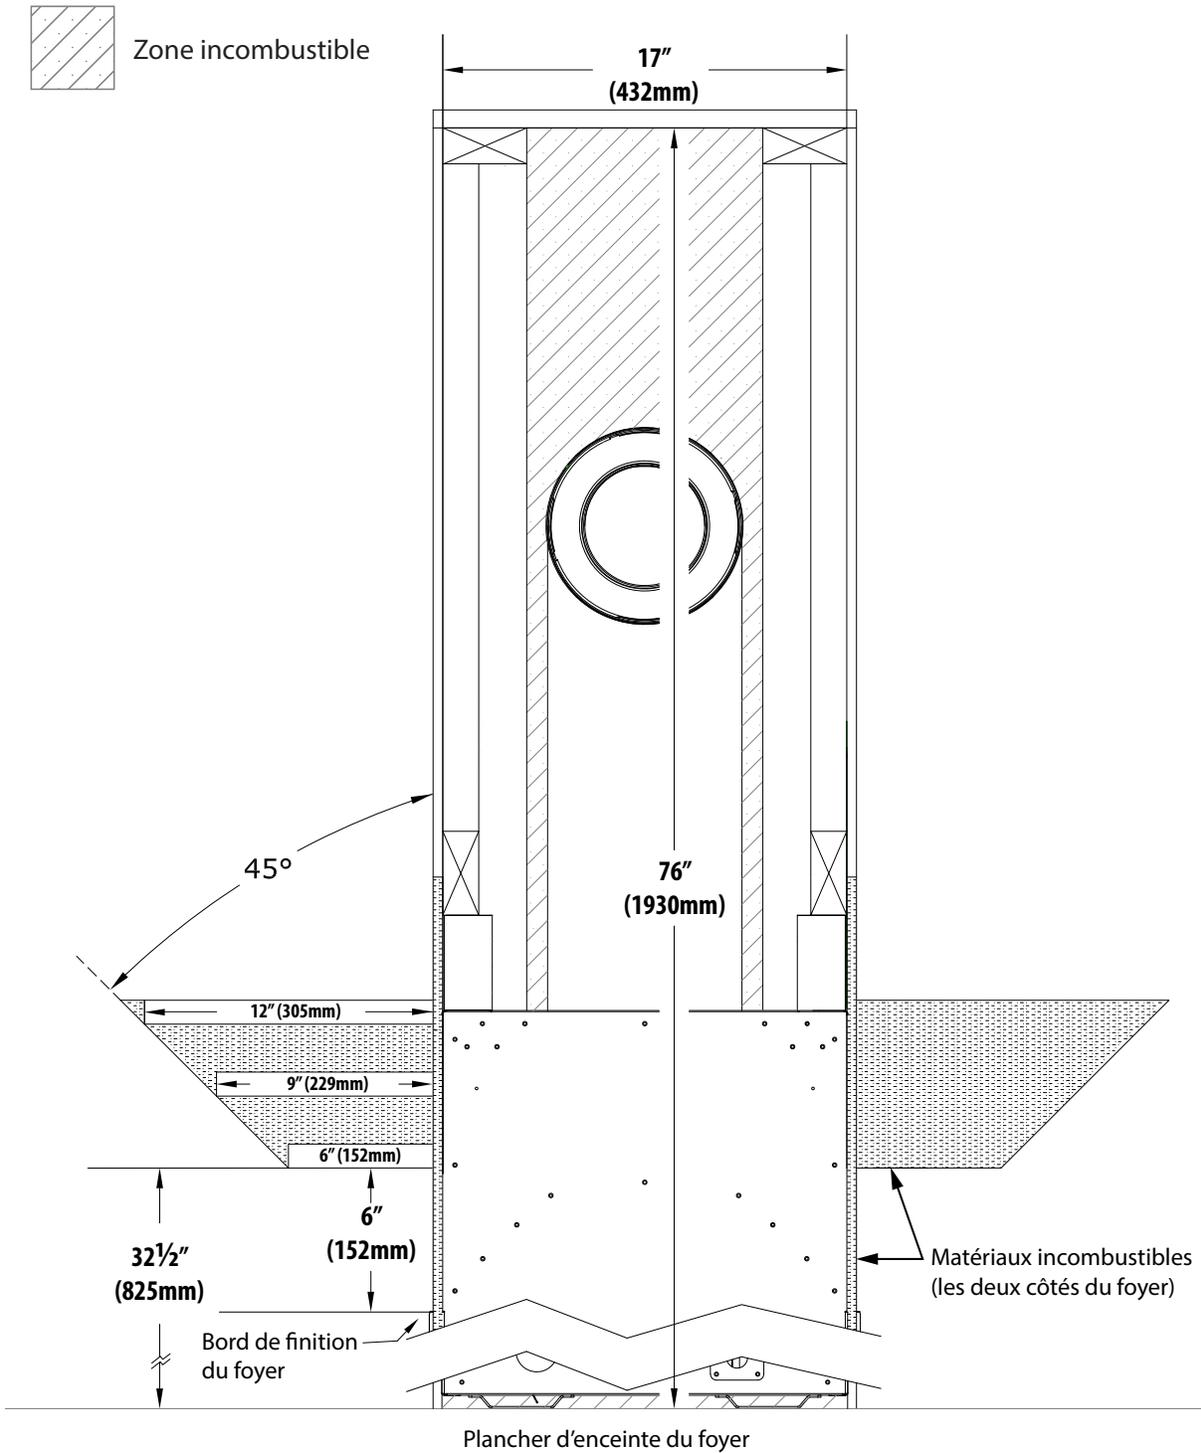

FIGURE 4.2 Exigences du manteau incombustible pour installations standard
- **Profondeur du manteau incombustible - Dégagement vertical minimal et profondeur maximale :** Avec un manteau incombustible, un dégagement vertical minimal de 6 po (152 mm) est permis au-dessus du bord de finition avec une profondeur maximale de 6 po (152 mm). La profondeur du manteau peut augmenter de 1 po (25 mm) pour chaque 1 po (25 mm) de hauteur additionnelle, à partir d'un manteau de 6 po (203 mm). Voir la Figure 4.2 (page 36).